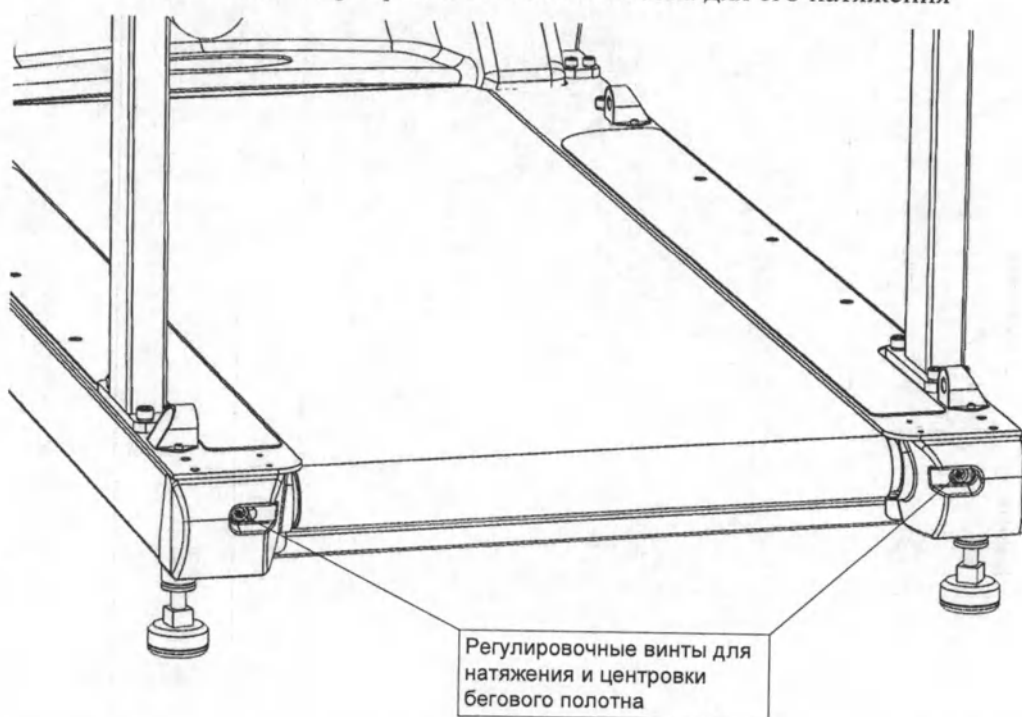

Рисунок 62 - Расположение регулировочных винтов для натяжения и центровки бегового полотна
При необходимости смажьте беговое полотно (см. раздел 11.3.2 – «Смазка бегового полотна»), так как наличие смазки может упростить процедуру центровки бегового полотна. Центровка производится на натянутом беговом полотне (согласно разделу 11.4 – «Проверка и регулировка натяжения бегового полотна») при движущемся беговом полотне с помощью регулировочных винтов, расположенных в задней части беговой дорожки (см. рисунок 62), с применением шестигранного ключа 10 мм.
- если беговое полотно сдвинулось к какому-либо из краев беговой дорожки, необходимо вернуть беговое полотно в центральное положение путем вращения левого регулировочного винта (см. рисунок 62): поворот левого регулировочного винта по часовой стрелке приводит к сдвигу бегового полотна к левому краю беговой дорожки, поворот левого регулировочного винта против часовой стрелки приводит к сдвигу бегового полотна к правому краю беговой дорожки;